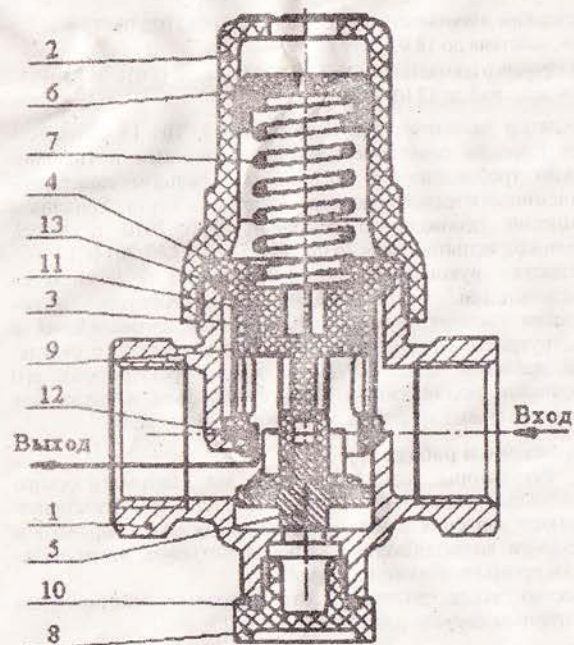

Рис. 1 Регулятор давления воды квартирный КРДВ 15
3.3 Очистку сетки-фильтра (9) проводить в следующем порядке:
- снять крышку (2), вынуть блок регулировки. **ВНИМАНИЕ!** На крышку (2) воздействует пружина (7), поэтому перед ее откручиванием необходимо обеспечить поджатие крышки.
- снять сетку-фильтр (9) и промыть ее до полного удаления осадка, при необходимости использовать кисть;
- установить сетку-фильтр на место, вставить блок регулировки в корпус регулятора (1), при этом уплотнительные кольца должны быть установлены согласно рис. 1;
- установить пружину и завернуть крышку на корпус так, чтобы стакан (4) был поджат и с помощью резинового кольца (13) обеспечивал герметичность регулятора относительно внешней среды.